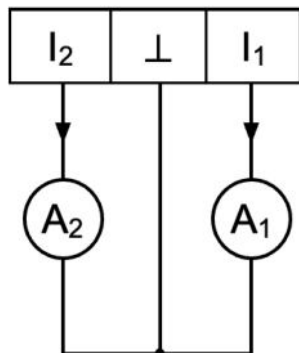

Рис.12. Подключение вторичных приборов к токовым выходам.
6.6.1. Токовые выходы (при наличии) являются активными (не токовая петля). Запрещается подключать питание к токовым выходам. Схема подключения вторичных приборов к токовым выходам приведена на рис. 12.